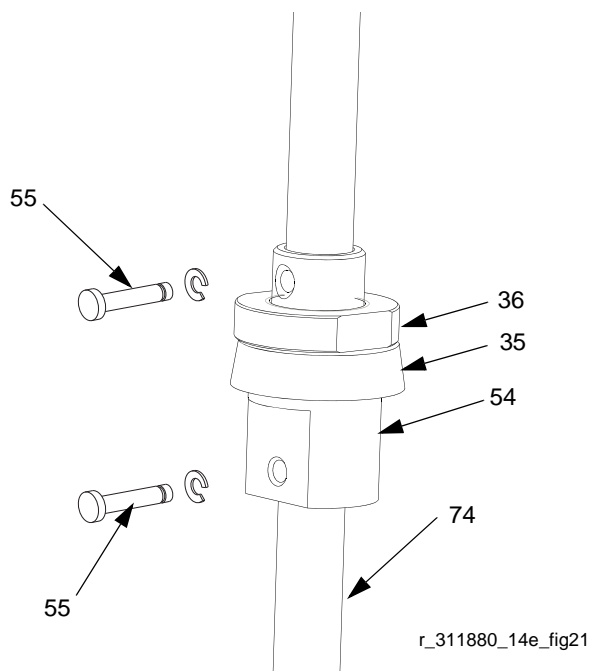

FIG. 21
9. Retire las clavijas (55). Consulte FIG. 21.